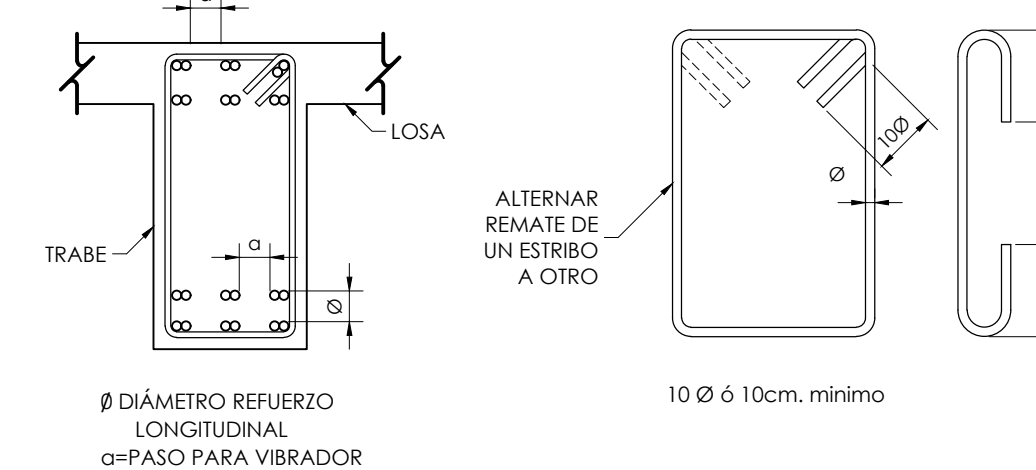

FIGURA 1
- CON EL FIN DE GARANTIZAR UN BUEN COLADO, SE DEBERÁ DEJAR ESPACIO SUFICIENTE ENTRE LAS VARILLAS PARA EL PASO DEL CONCRETO Y DEL VIBRADOR, PERMIÉNDOSE COLOCAR LAS VARILLAS EN PAQUETES HASTA DE DOS VARILLAS. AL AGOTARSE LA CAPACIDAD DEL PRIMER LECHO, SE FORMARÁ EL SIGUIENTE Y ASÍ SUCESIVAMENTE, DEJANDO ENTRE LECHO Y LECHO UN SEPARADOR DEL MISMO DIÁMETRO QUE EL REFUERZO LONGITUDINAL Y PASO SUFICIENTE PARA EL REFUERZO PERPENDICULAR COMO SE INDICA EN LA FIGURA 1.